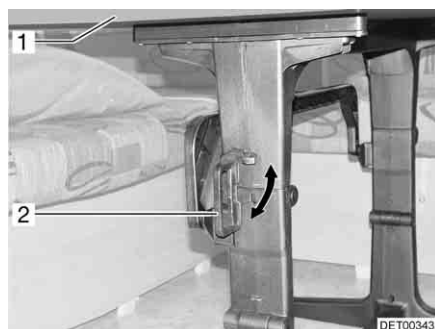

Fig. 67 Table pivotante
- Tourner la poignée (Fig. 67,2) en position horizontale.
- Faire pivoter le plateau de table (Fig. 67,1) vers le bas, dans un arc de cercle.